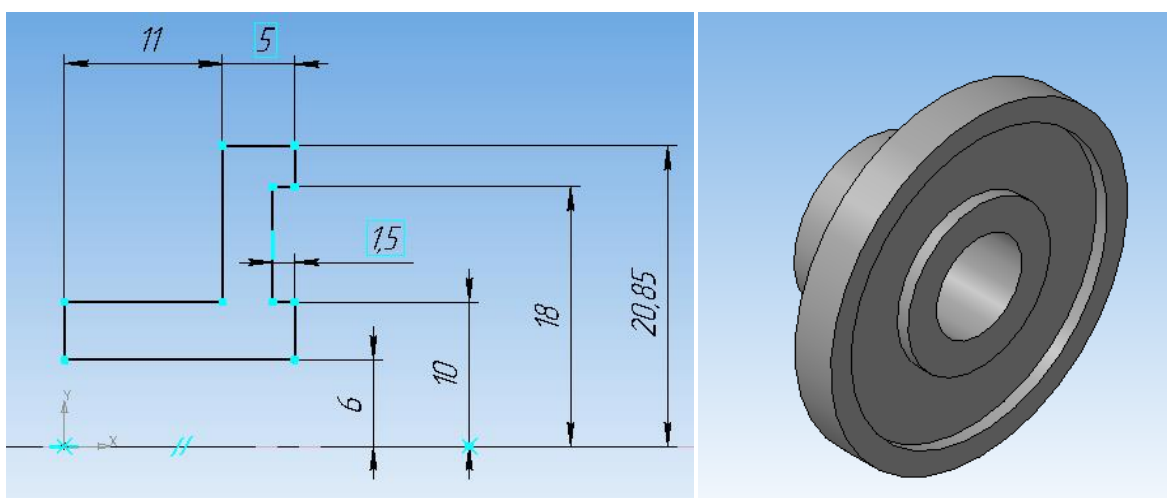

Рисунок 84.
2. Выберите команду «Операция вращения» и создайте объект (рисунок 84).